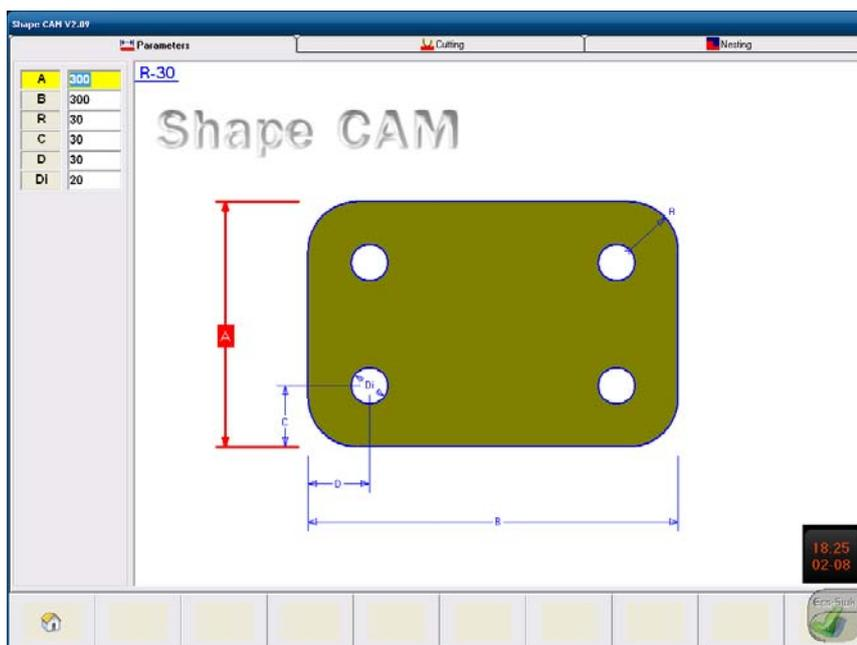

FIG.2-3
Un esempio tipico della finestra su cui si agisce è riportata in **FIG.2-3**.
- Come è possibile osservare dalla **FIG. 2-3**, come sfondo alla figura selezionata compare un'etichetta. Essa può essere comunque eliminata o liberamente modificata. Per dettagli su come operare consultare il **Paragrafo 3.4**.